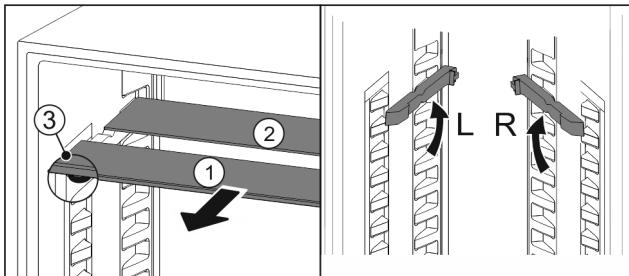

Fig. 74
- Extrageți Fig. 74 (1) pe rând plăcile de sticlă spre înainte.
- Placa de sticlă Fig. 74 (1) cu șipca decorativă se află în față.
- Opritoarele Fig. 74 (3) indică în jos.